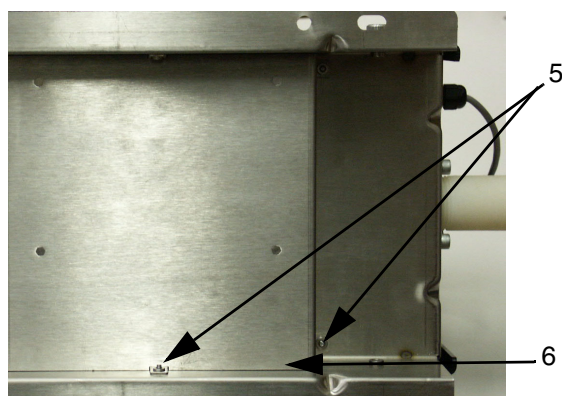

FIG. 19
2. Afloje los 6 tornillos (5) de la parte inferior del panel para retirar la tapa de la tarjeta de control (6). FIG. 19 (Sólo panel de fluido RoboMix.)
7. Vuelva a montar la tapa de la tarjeta de control con los 6 tornillos (5). FIG. 19. (Sólo panel de fluido RoboMix.)